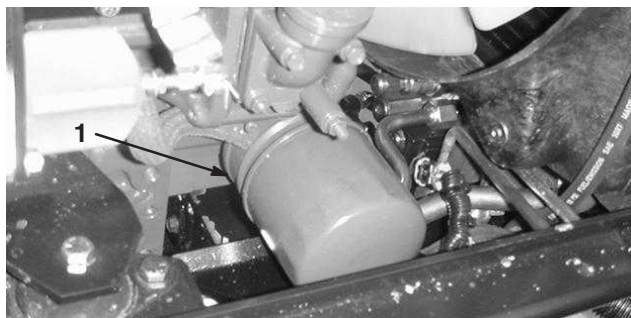

Bild 48
- Entfernen Sie den Motorölfilter (Bild 48). Ölen Sie die neue Dichtung am Ölfilter leicht mit frischem Öl ein, bevor Sie den Filter eindrehen. **Ziehen Sie nicht zu fest.**